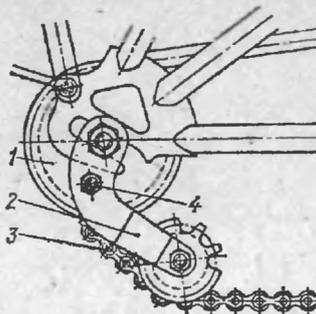

Рис. 57. Установка натяжного устройства:
12. Ослабить гайку 4 (рис. 57), надеть натяжное устройство (натяжной ролик) на ось заднего колеса со стороны малой звездочки велосипеда так, чтобы прошина рамы попала между щеками натяжного устройства, и закрепить колесо.
5. После регулировки натяжения моторной и велосипедной цепей закрепить колесо и натяжное устройство. Для дорожного велосипеда с двигателем завернуть гайку 4 (рис. 57).